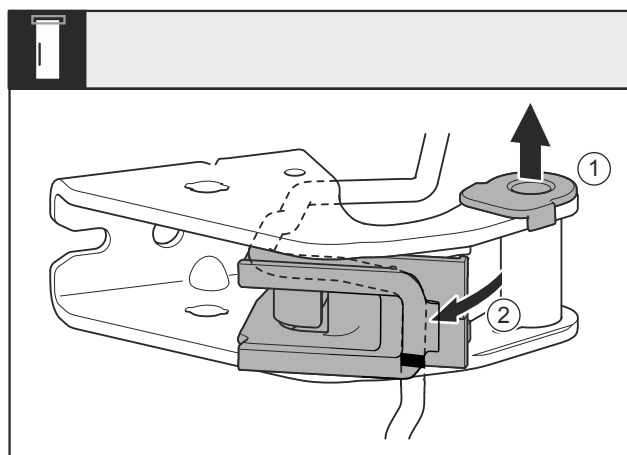

Fig. 27
- Izvlecite ležajno pušo Fig. 27 (1) iz vodila.
- Obrnite držalo kablo Fig. 27 (2) navzven.